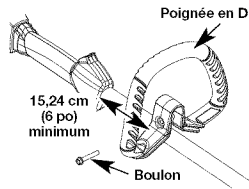

Fig. 3
1. Desserrez le boulon sur la poignée juste assez pour la déplacer (Fig. 3).
3. Serrez le boulon jusqu'à ce que la poignée en D soit bien fixé. (Fig. 3)